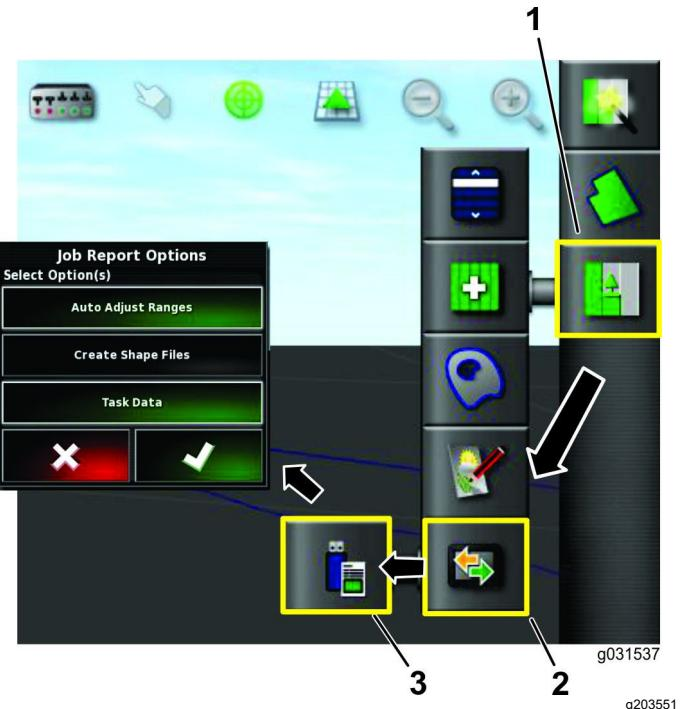

Figura 89
- Premete l'icona del menu dell'Attività (Figura 89).
- Premete l'icona di Scambio dati (Figura 89).
- Selezionate l'icona di Esportazione del report dell'attività su USB (Figura 89).